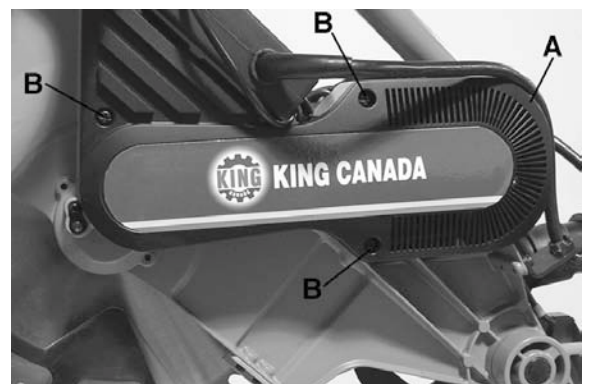

Figure 22
3. Retirez le couvercle de la courroie (A) Fig.22 en dévissant les trois vis à tête bombée (B).
9. Repositionnez le couvercle de la courroie et fixez-le en place avec les trois vis à tête bombée (A) Fig.22.